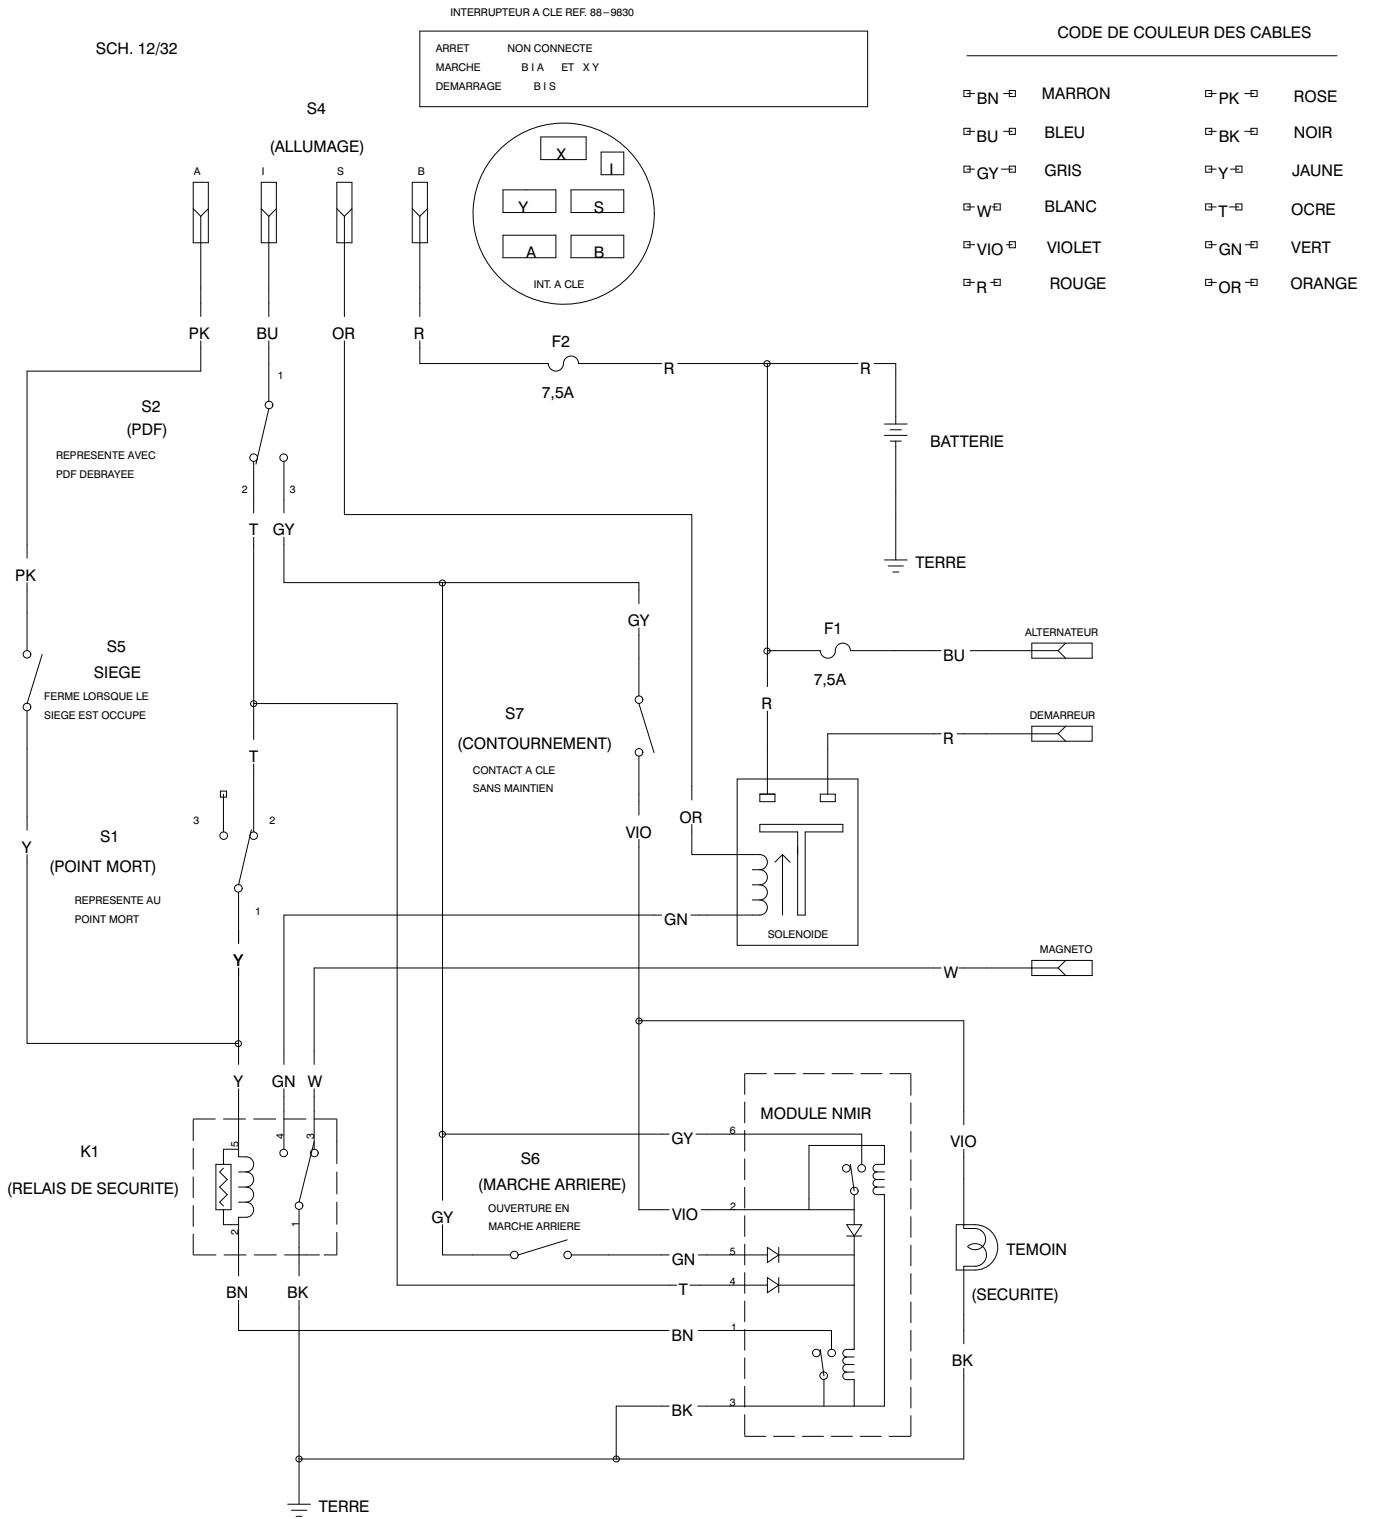

**Figure 38**
1. Retirer la goupille de la tige de changement de vitesse, du côté droit de la boîte-pont vu de l'arrière (Fig. 38).
2. Sortir la tige du trou du support (Fig. 38).